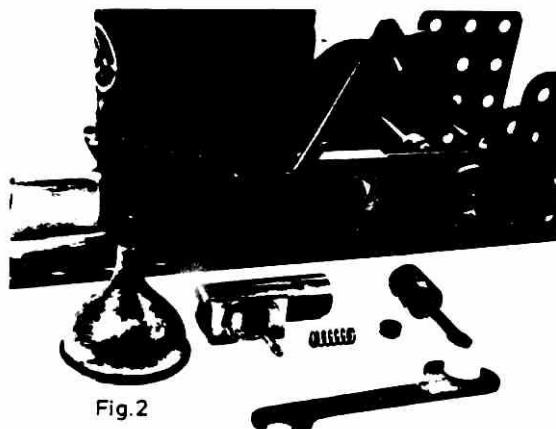

Fig. 2
Fig. 2 Détail du piston de la machine de l'auteur, démontée pour montrer le distributeur de vapeur. À remarquer les lumières d'inversion, l'entonnoir de remplissage en laiton et le tourne-écrou spécial à deux clefs, tout cela fourni avec la machine.
Notez qu'une légère modification de la pendule par rapport aux plans originaux de construction a lieu dans le montage 3A, qui comporte à présent deux rondelles (38) au lieu des quatre figurant sur les illustrations originales (voir Fig. 2 ci-dessous).